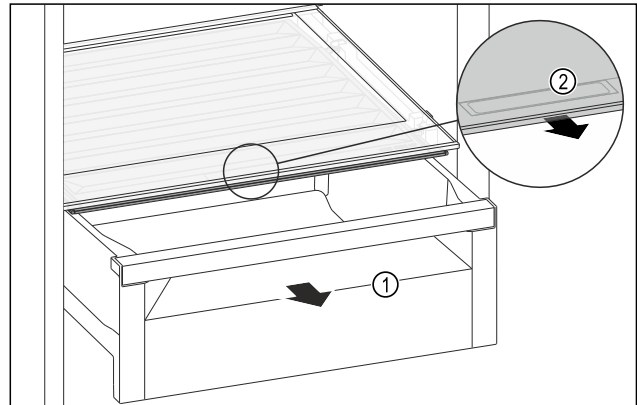

Fig. 146
- ▶ Извлеките выдвижной ящик Fig. 146 (1).
- ▶ Возьмитесь за утопленную ручку Fig. 146 (2) на крышке отделения и одновременно потяните крышку отделения вперед.